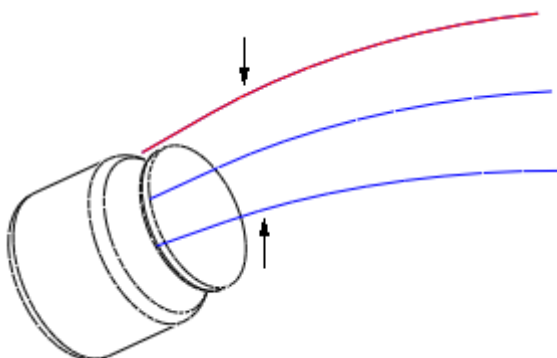

图 40-13
- (1) 按下 CTRL 键，选中图 40-13 中箭头指示的两条曲线，单击特征工具栏中的 ，打开移动特征操控板。